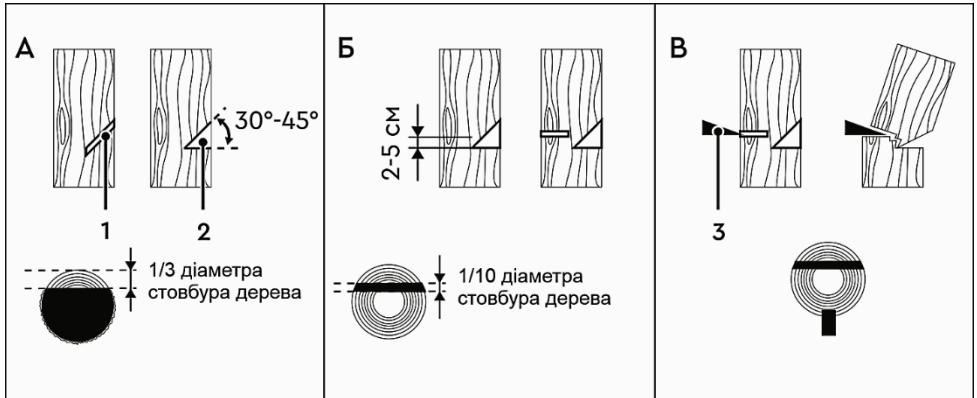

Рисунок 9
4.7.4 Виконання пропилів (рисунок 9)
Почніть пиляти дерево з того боку куди воно має впасти (1, рисунок 9-A).
Зробіть клиновидний пропил (2, рисунок 9-A) під кутом 30-45°, глибина якого приблизно дорівнює 1/3 від товщини стовбура.
Валочний розпил (рисунок 9-Б) зробіть із протилежного боку від клиновидного пропилу, помістивши зубчастий упор бензопили на стовбур на 2-5 см вище нижнього краю клиновидного пропилу. Завершіть пиляння тоді, коли до внутрішнього краю клиновидного пропилу залишиться близько 1/10 діаметра стовбура. Коли робите валочний розпил, не намагайтеся пропиляти стовбур наскрізь до клиновидного пропилу.
Частина стовбура, яка залишилася непропиленою, буде направляти його в необхідний бік. Коли дерево почне падати, зупиніть роботу бензопили та негайно відійдіть у безпечну зону. Якщо дерево не почало падати, необхідно забити клин (3, рисунок 9-В), після чого дерево почне падати в сторону клиновидного пропилу.